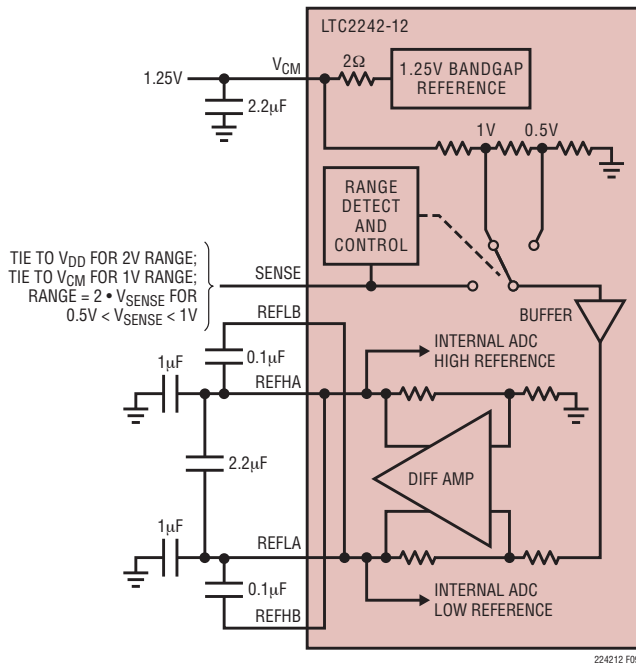

図9. 等価入力回路
1.25Vのバンドギャップ・リファレンス、差動アンプ、およびスイッチングと制御の回路で構成されるLTC2242-12のリファレンス回路を図9に示します。内部電圧リファレンスはピンで選択可能な2V (差動 $\pm 1V$ ) または1V (差動 $\pm 0.5V$ ) の2つの入力レンジに設定することができます。SENSEピンを  $V_{DD}$  に接続すると2Vレンジが選択され、SENSEピンを  $V_{CM}$  に接続すると1Vレンジが選択されます。
差動アンプはADCの“H”リファレンスと“L”リファレンスを発生します。高速スイッチング回路がこれらの出力に接続されているので、これらの出力は外部でバイパスする必要があります。各出力には4本のピンが備わっています。“H”リファレンス用にそれぞれ2本のREFHAとREFHB、および“L”リファレンス用にそれぞれ2本のREFLAとREFLBです。複数の出力ピンは、パッケージのインダクタンスを減らすために必要です。バイパス・コンデンサは図9に示されているように接続する必要があります。